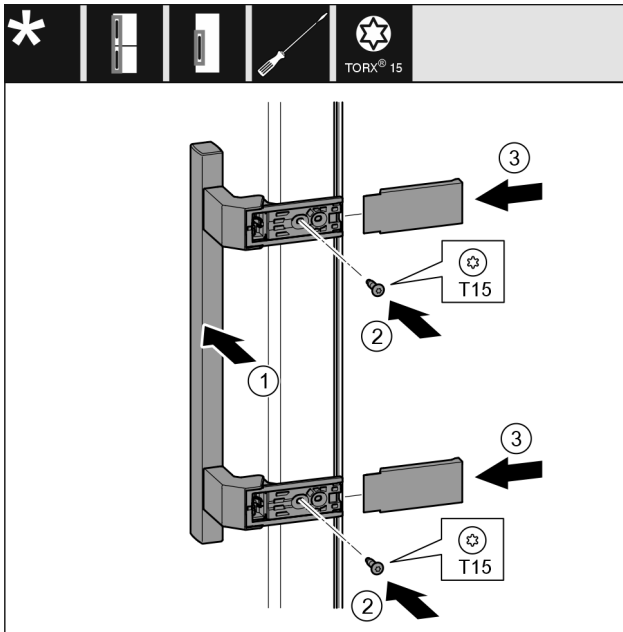

Fig. 20
- Sätt handtaget Fig. 20 (1) på plats på motsatta sidan.
- Skruva fast skruvarna Fig. 20 (2) med skruvmejsel.
- Sätt an skydden Fig. 20 (3) på sidan och skjut på dem.